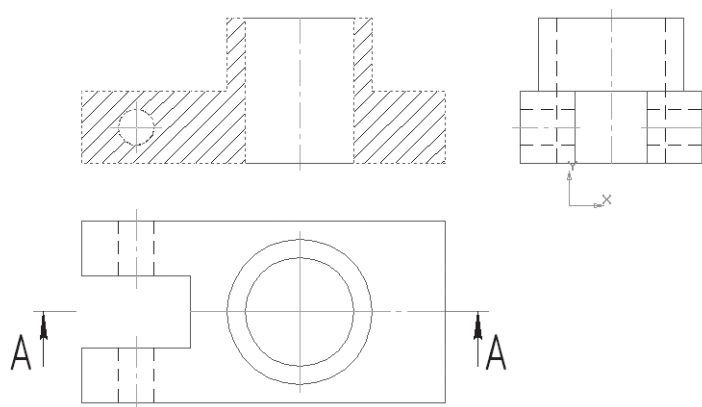

Рис. 335
- укажите точку внутри области, которую нужно заштриховать. Система автоматически определит ближайшие возможные границы, внутри которых указана точка, и построит фантомное изображение штриховки (рис. 335);